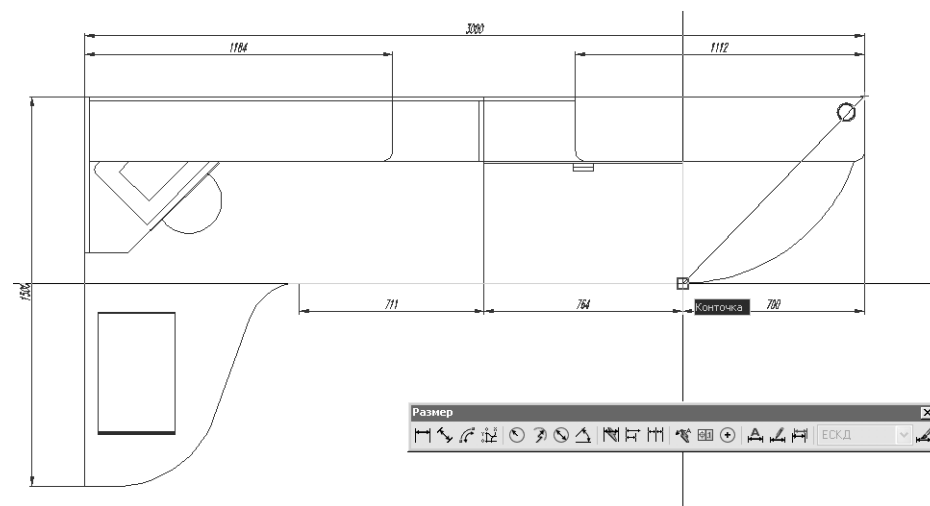

Рис. 11.19 ▼ Выбор начальной точки второй выносной линии
2. Когда AutoCAD предложит выбрать начальную точку второй выносной линии, выберите точку, которая находится в том месте, где столешница переходит в закругленный угловой стол (рис. 11.19).